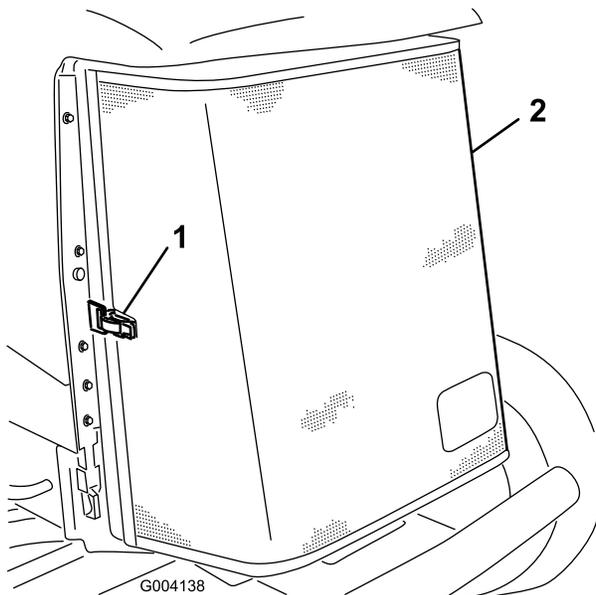

Figura 56
3. Desprenda a braçadeira e articule para abrir o painel traseiro (Figura 56).